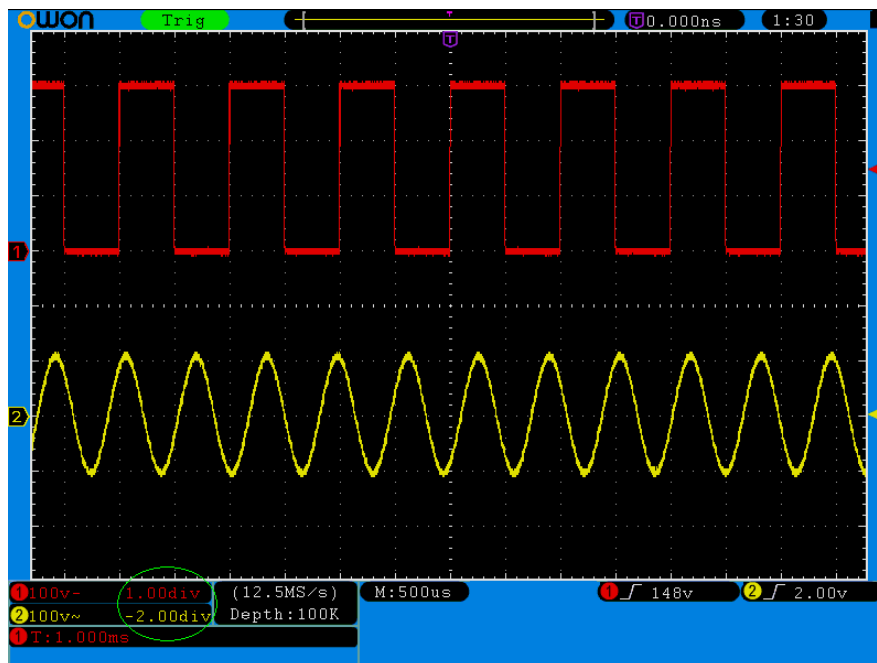

Figure 5-11 Information sur la position verticale
3. Lorsque la position verticale de l'ondulation du canal est ajustée, la valeur modifiée apparaît dans le fond à gauche de l'écran (voir *Figure 5-11*).